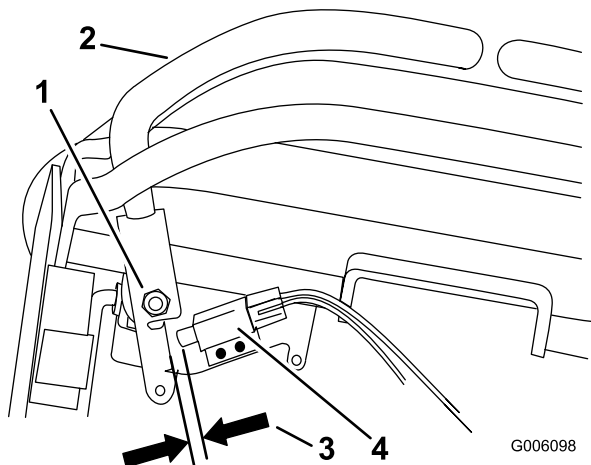

Bild 43
1. Prüfen Sie den Abstand zwischen dem Steuerhebel und -schalter, wie in Bild 43 dargestellt.
- Lösen Sie ggf. die Schrauben, mit denen der Schalter befestigt ist, und stellen Sie den Schalter ein (Bild 43).